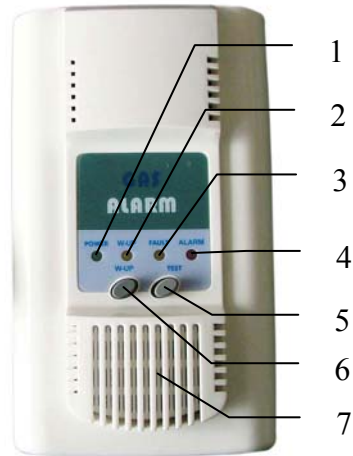

Figura 1
3.1.1 Emitatorul este fixat in alarma GD pentru scurgerile de gaz. Functionarea in figura 1: